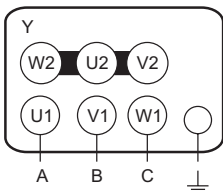

Рисунок 2
11.2 Вентиляторы с двигателями на номинальное напряжение  $\Delta/Y$  380/660 В допускается также подключать к трехфазной сети с переменным напряжением 660В, предварительно переключив схему соединения обмоток двигателя в звезду  $Y$  660 В (см. рисунок 2), в противном случае двигатель может выйти из строя.